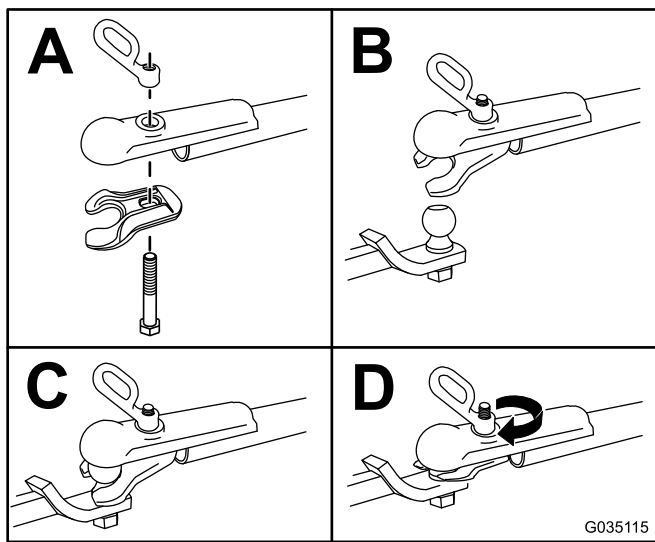

Figure 17
3. Attalez la machine comme montré à la Figure 17.